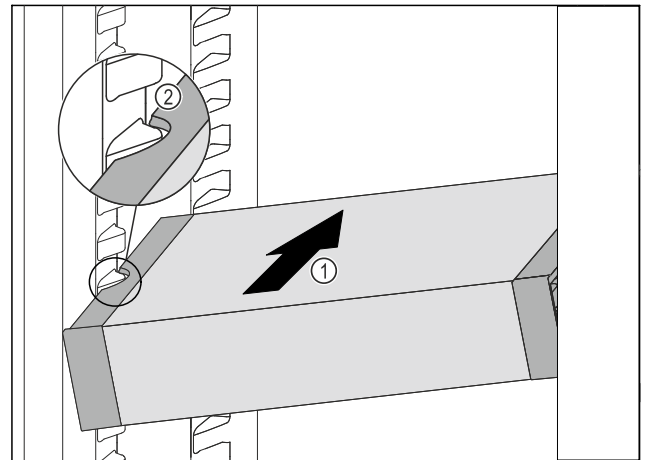

Fig. 169
- ▶ 将 VarioSafe 斜插入冷藏区中 Fig. 169 (1)，直至 VarioSafe 的侧部凹槽 Fig. 169 (2) 与冷藏区中的容器肋梁持平。